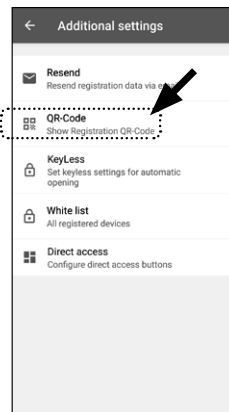

Abb. 60
- 5 Im Folgemenu tippen Sie auf „*QR-Code*“ (Abb. 60), woraufhin ein QR-Code auf dem ganzen Screen angezeigt wird.